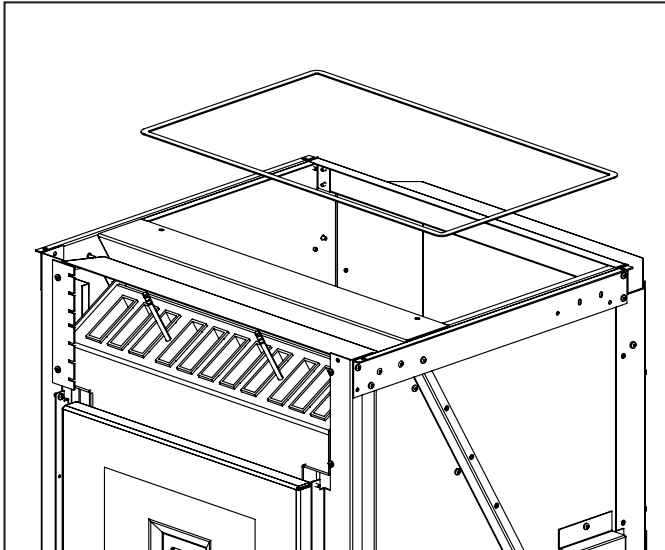

Figure 7: Retrait du joint d'étanchéité existant.
7. Décollez le joint d'étanchéité existant. Un couteau à lame peut être utile. (Figure 7)